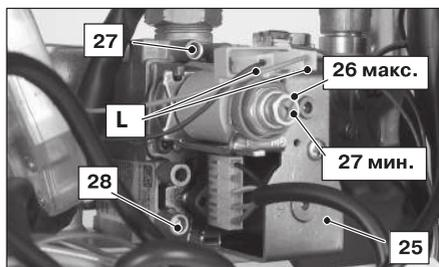

Рисунок 7.3
- Тщательно закройте отвод для замера давления 28 (см. Рисунок 7.3).
- Откройте отвод для замера давления 27 (Рисунок 7.3) и подсоедините манометр.
Чтобы откалибровать давление в горелке, поверните большую шестигольную латунную гайку модулирующего устройства 26 (макс.), см. Рисунок 7.3 (при вращении гайки по часовой стрелке давление увеличивается).
- Отсоедините один из двух проводов питания «С» модулирующего устройства 26. Внимательно следите за тем, чтобы не прикасаться к металлическим частям котла (см. Рисунок 7.3).
- Подключите провод питания «С» к модулирующему устройству (Рисунок 7.3).
- Закройте отвод для замера давления 27 (Рисунок 7.3).
ВАЖНО! Измерив давление газа, необходимо тщательно закрыть отводы, использованные для замера давления (28 и 27, Рисунок 7.3). После проведения всех операций по регулировке газа необходимо опломбировать регулировки клапана.
- Откройте отвод для замера давления 27 (Рисунок 7.3) и подключите манометр.